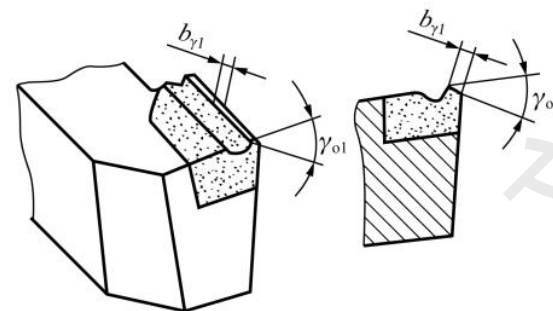

图 5-28 粗车刀倒棱
- (1) 主偏角  $k r$  不宜太小, 否则车削时容易引起振动。
- (2) 为了增加刀头强度, 前角  $\gamma_o$  和后角  $\alpha_o$  应选小些。
- (3) 粗车刀一般选取刃倾角  $\lambda_s = -3^\circ \sim 0^\circ$ , 以增加刀头强度。
- (4) 为了增加切削刃的强度, 主切削刃上应磨有倒棱, 倒棱宽度  $b_{\gamma 1} = (0.5 \sim 0.8) f$ , 倒棱前角  $\gamma_{o1} = -10^\circ \sim -5^\circ$ , 如图 5-28 所示。